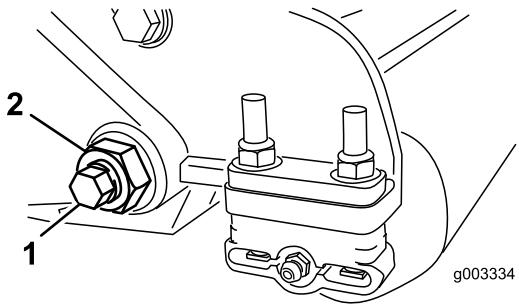
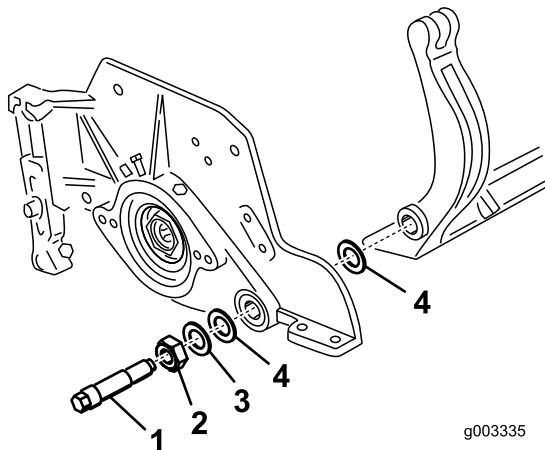

Bild 30
Bild 31
- Lösen Sie an jeder Seite der Maschine die Klemmmutter, mit der die Schraube des Untermesserträgers befestigt ist (Bild 30).
- Nehmen Sie jede Schraube des Untermesserträgers ab, damit der Untermesserträger nach unten gezogen und von der Maschine entfernt werden kann (Bild 30). Bewahren Sie die beiden Nylonscheiben und die beiden Scheiben aus gestanzten Stahl an jedem Ende des Untermessers auf (Bild 31).
- Befestigen Sie den Untermesserträger mit den Untermesserträgerschrauben (Muttern an den Schrauben) und den sechs Scheiben an jeder Seitenplatte. Legen Sie eine Nylonscheibe an jede Seite des Seitenplattenansatzes. Legen Sie eine Stahlscheibe außen auf jede Nylonscheibe (Bild 31). Ziehen Sie die Schrauben des Untermesserträgers auf 37–45 Nm an. Ziehen Sie die Sicherungsmuttern an, bis sich die Stahlscheibe außen nicht mehr dreht und kein Spiel am Ende vorhanden ist, ziehen Sie jedoch nicht zu stark an oder verbiegen Sie die